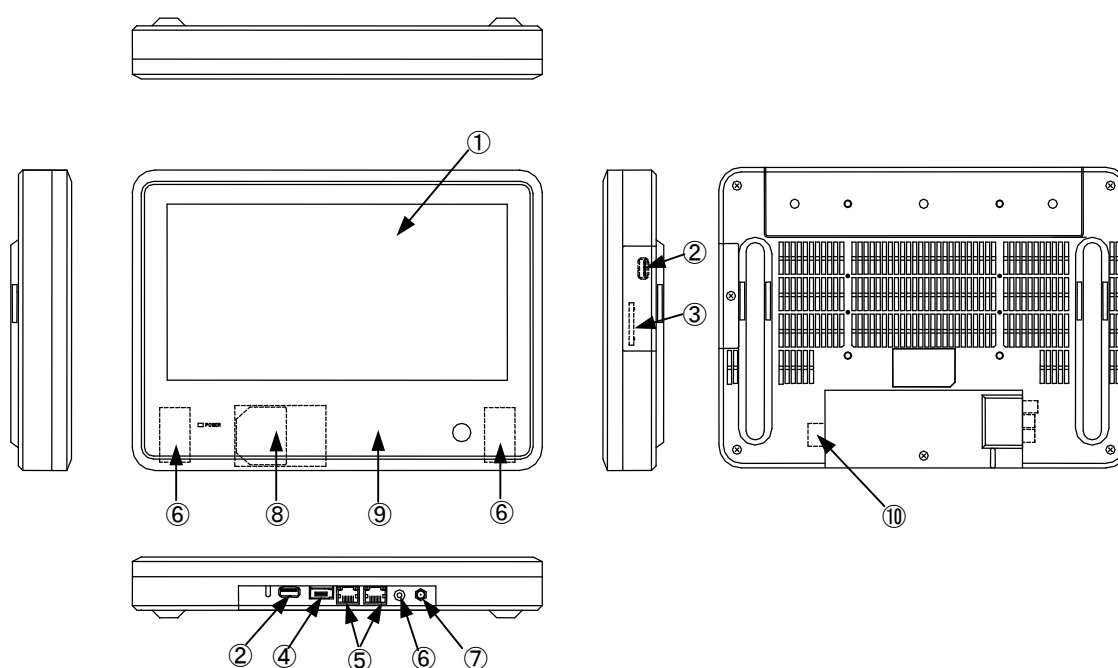

図 3-1-1. 外形図（AS450A）
AS シリーズ本体（AS450A）の外形図を図 3-1-1 に示します。各部名称を表 3-1-1 に示します。
一般的な Windows と同様に、デスクトップ表示、アプリケーション表示を行います。AS シリーズでは LCD (図 3-1-1 ①) でデスクトップ表示を行います。
COM1	SI0 (図 3-1-1 ④) アプリケーションでシリアル通信に使用できます。
ローカルエリア接続	LAN1, LAN2 (図 3-1-1 ⑤)
汎用入出力	汎用の入出力です。 入力 6 点、出力 4 点を制御できます。 (図 3-1-1 ⑩)